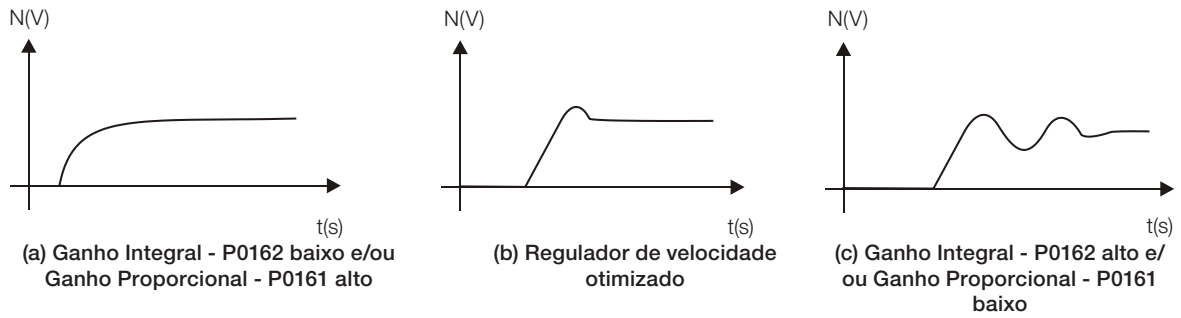

Figura 13.5: (a) a (c) - Tipos de resposta do regulador de velocidade
6. Verifique dentre as opções da Figura 13.5 na página 13-15 qual a forma de onda que melhor representa o sinal lido.
7. Ajuste P0161 e P0162 em função do tipo de resposta apresentada na Figura 13.5 na página 13-15.